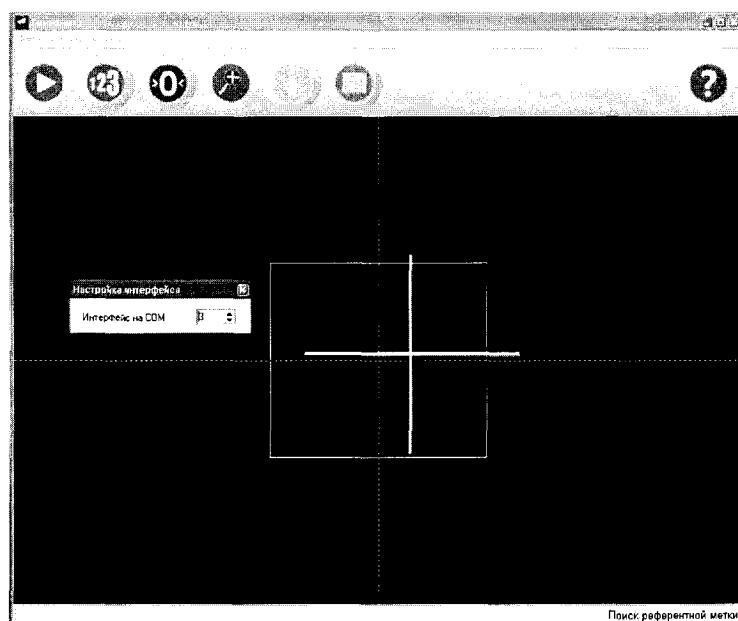
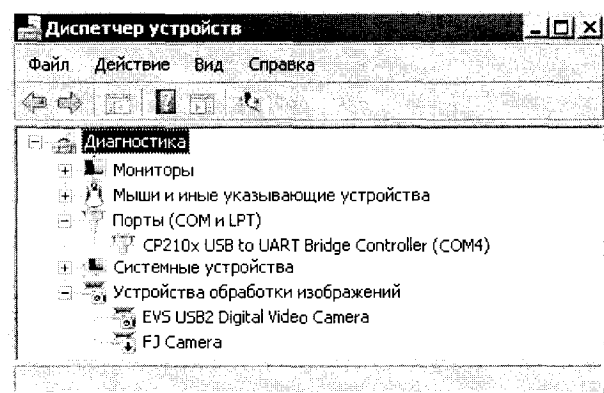

Рисунок 14.
Рисунок 15.
2.2.6 В программе «Гониометр» в меню «Измерения» выбрать подпункт «Настройка интерфейса» и в открывшемся окне установить номер COM-порта (рисунок 14), соответствующий устройству в «Диспетчере устройств» Windows (рисунок 15) и нажать «ОК».
ВНИМАНИЕ! При правильном подключении гониометра в правом нижнем углу рабочего окна программы «Гониометр» отобразится текущее состояние - процесс «поиск референтной метки» (рисунок 14). Для нахождения референтной метки необходимо повернуть юстируемый столик гониометра на один оборот в любом направлении. После нахождения референтной метки в правом нижнем углу программы будет отображаться величина угла поворота ротора ФПУ относительно референтной метки в диапазоне $0 \dots \pm \infty$.